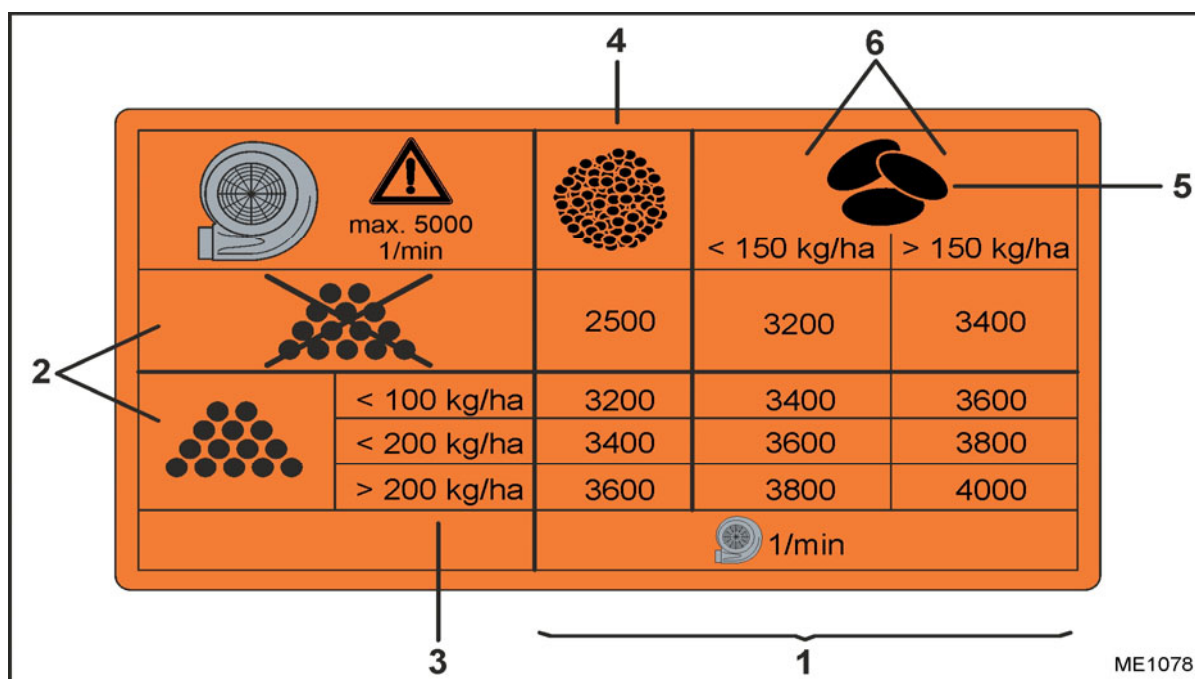

Fig. 167
Turația necesară a suflantei (Fig. 167/1) depinde
- cu sau fără îngrășământ (Fig. 167/2)
- de cantitatea de împrăștiere a îngrășământului (Fig. 167/3)
- de semințe fine (Fig. 167/4), de ex. semințe de rapiță sau iarbă
- de cereale sau leguminoase (Fig. 167/5) și de cantitatea de împrăștiere (Fig. 167/6).
- Cantitatea de îngrășământ împrăștiată: 150 kg/ha (Fig. 167/3)
- Cantitate de împrăștiere cereale: 130 kg/ha (Fig. 167/6)